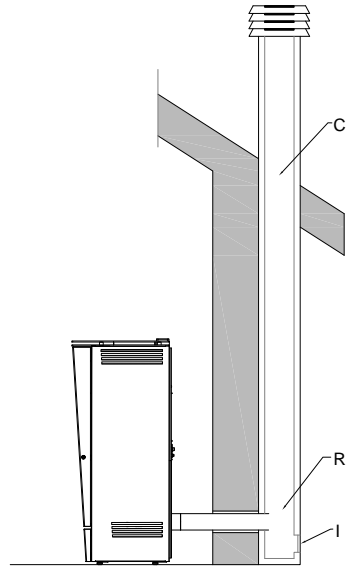

Figure 2.5: Conduit de cheminée traditionnel
Les fumées de la combustion des granulés de bois peuvent également être évacuées au moyen d'un conduit de fumée classique préexistant (figure 2.5) à condition que celui-ci soit réalisé à norme (voir UNI 10683). Nous reportons brièvement quelques-unes des principales caractéristiques que doit avoir une bonne cheminée (C) et préconisées par la norme: